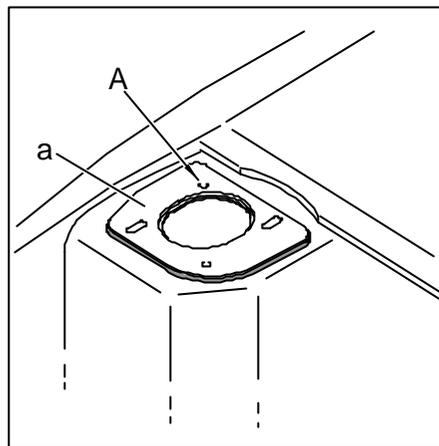

Fig. 15
- ⇨ *Positionner la tôle de renfort (Rep. a, Fig. 15) fournie dans le kit sur chaque chapelle d'amortisseur.*
- ⇨ *Repercer en A (Fig. 15) sur le dessus de chaque chapelle un nouveau trou Diamètre 8mm.*